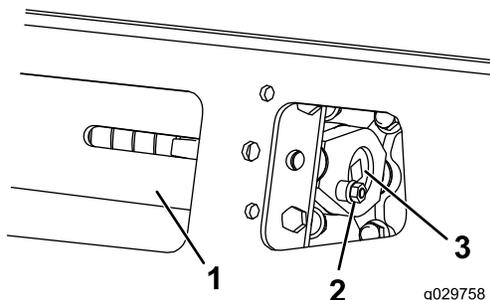

Рисунок 59
3. Удалите зажимной болт, проставку и гайку (Рисунок 59).
5. Совместите ближайшую выемку в натяжном винте с отверстием в зажимном болте и закрепите винт при помощи зажимного болта и гайки (Рисунок 59).
4. Отвинтите зажимной болт и гайку (**Рисунок 59**).
5. Используя ключ с храповым механизмом на ½ дюйма, ослабьте натяжение привода, вращая натяжной винт по часовой стрелке (**Рисунок 59** и **Рисунок 65**).